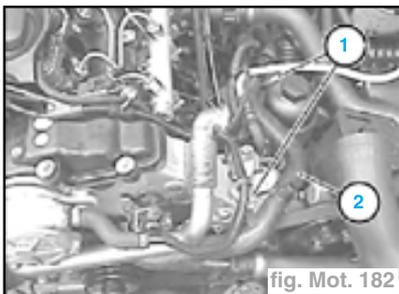

fig. Mot. 182
- Déposer les vis (1) et le tuyau de retour (2) (fig. Mot. 182).